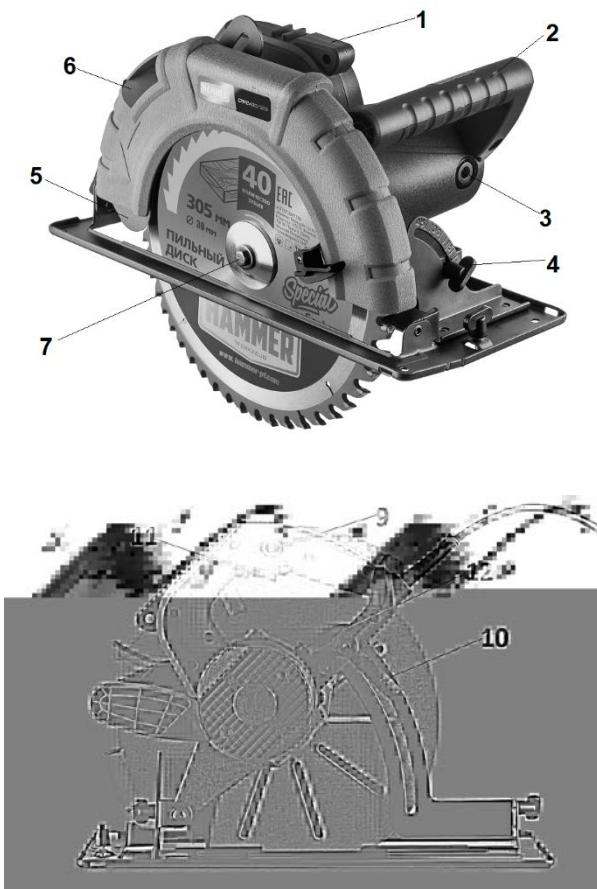

Рис.1
- Заблокируйте шпиндель кнопкой блокировки (12, рис.1), находящейся на корпусе инструмента.
- Специальным ключом, входящим в комплектацию, выверните зажимной болт (7, рис.1), удерживающий диск.